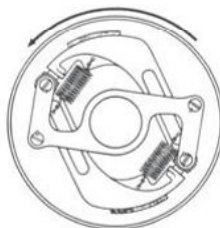

FIG. 2
De vlieggewichten zijn voorzien van vier gaatjes $\varnothing 2$ mm., die het inhaken van twee trekveren mogelijk maken. Om sneller aangrijpen der gewichten te verkrijgen, worden de veertjes meer naar het hart der krukas geplaatst. Omgekeerd zal de koppeling dus later aangrijpen (fig. 2 en 3).
- * Denk erom dat de vlieggewichten uitslaan tegen de draairichting der motor in en de stalen strips uitslaan met de draairichting der motor mee (fig. 2 en 3).